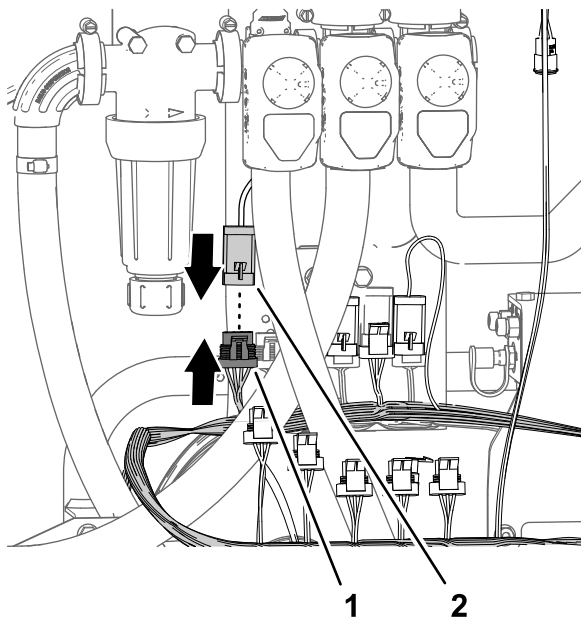

Figura 89
- Ligue o conector de quatro pinos do atuador da válvula de aplicação principal no conector de quatro tomadas da secção com 89 cm da cablagem do kit rotulado VÁLVULA DE APLICAÇÃO (rate valve) (Figura 89).